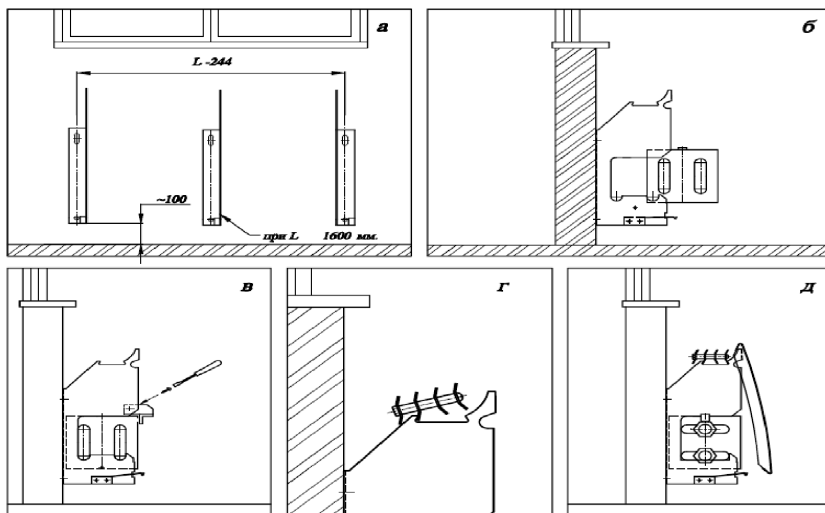

Рис.3
- 5.2. Разметить места установки кронштейнов. При этом следует учесть, что для оптимальной теплоотдачи расстояние между конвектором и полом, должно быть 100-120 мм, а между конвектором и подоконником не менее 100 мм. Расстояние между осями кронштейнов принимается равное L-244 (расстояние между осями кронштейнов с привинченной планкой между ними!), для конвекторов в соответствии с рис.1, 2. Если длина конвектора более 1600 мм, то он комплектуется третьим кронштейном, который устанавливается посередине см. рис.3а.
- 5.4. Установить нагревательный элемент на кронштейны в соответствии с рис.3б.
- 5.5. Установить между кронштейнами и закрепить планку винтами в соответствии с рис. 3в.
5.10. Установить решетку рис.3г.
5.11. Навесить лицевую панель зафиксировав её нижний край фиксатором кронштейна рис.3д.